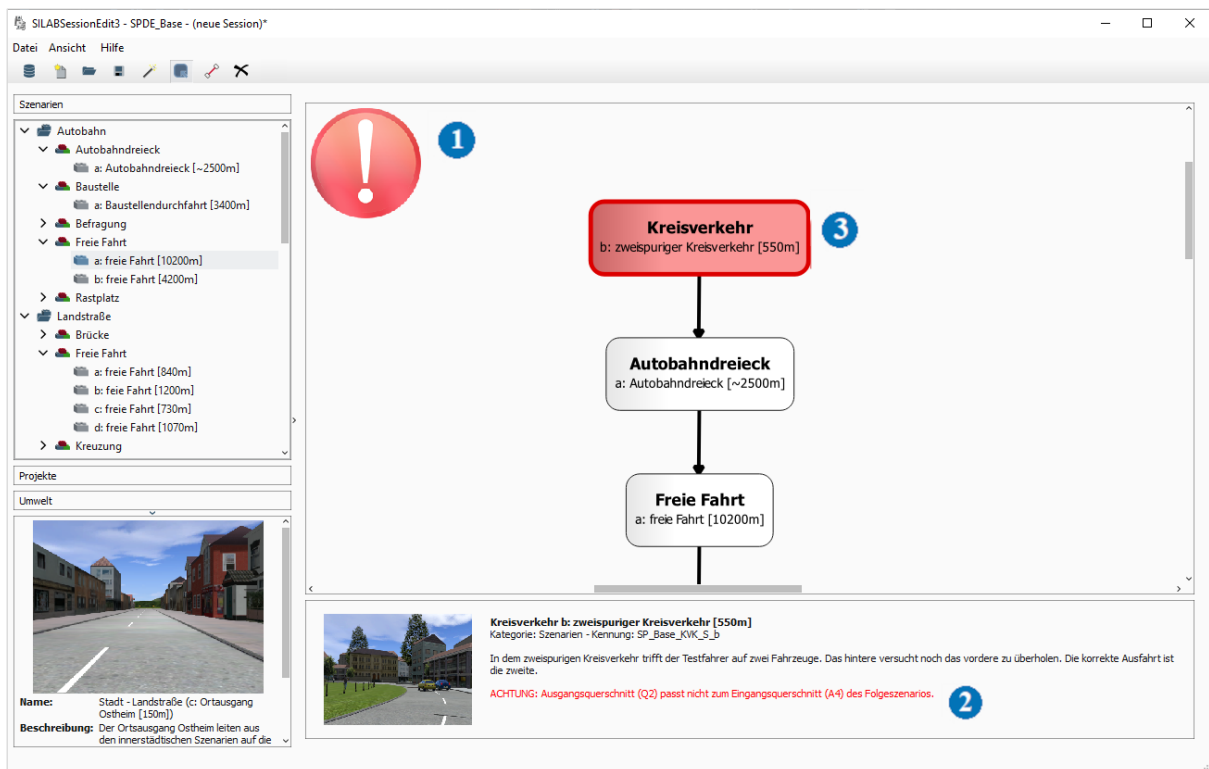
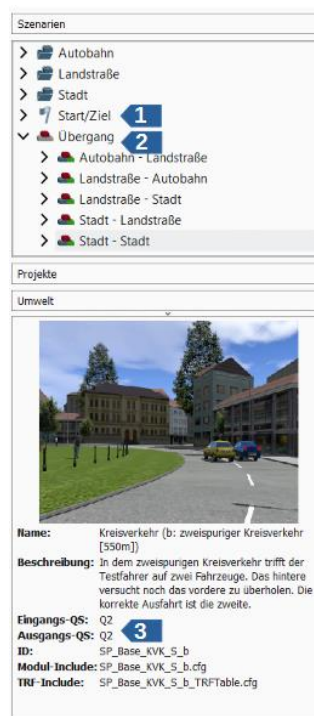

Abbildung 7. Warnsymbol in der Szenarien-Übersicht.
Abbildung 8. Übergangsstücke und Informationen über den Eingangs- und Ausgangsquerschnitt eines Szenarios.
Nicht alle Szenarien können an beliebiger Position bzw. in einer beliebigen Reihenfolge im Ablauf stehen. Sie erkennen dies durch rote Fehlermeldungen unterhalb der Szenario-Beschreibung (s. Nr. 2 in Abbildung 7), sowie durch das Erscheinen eines Warnsymbols (s. Nr. 1 in Abbildung 7) in der oberen linken Ecke der Streckenansicht. Solange Sie die linke Maustaste auf diesem Warnsymbol gedrückt halten, werden alle Szenarien rot markiert (s. Nr. 3 in Abbildung 7), bei denen eine Inkonsistenz vorliegt. Auf diese Weise können Sie schnell einen Überblick über Probleme innerhalb Ihrer Strecke gewinnen. Um die Warnmeldung zu lesen, müssen Sie nacheinander die Szenarien anklicken, die eine Warnmeldung enthalten.
- Das Folgeszenario kann nicht angeschlossen werden, weil sein Straßenquerschnitt an der Einfahrt nicht zu dem Querschnitt an der Ausfahrt des vorhergehenden Szenarios passt (in Abbildung 7 sind diese Querschnitte mit Q2 und A4 benannt). Informationen über den Eingangs- und Ausgangsquerschnitt erhalten Sie in der Beschreibung des Szenarios (Pfeil 3 in Abbildung 8). Sie können den Fehler beheben, indem Sie ein entsprechendes Übergangsstück zwischen den beiden Szenarien einfügen. Übergangsstücke finden Sie beispielsweise in der Datenbank SP_Base als Unterkategorie ‚Übergang‘ von ‚Szenarien‘ (Pfeil 2 in Abbildung 8).
- Das Szenario hat keine Einfahrt und kann dementsprechend nur an erster Stelle in der Session erscheinen. Diese Szenarien finden Sie in der Unterkategorie ‚Start/Ziel‘ (Pfeil 1 in Abbildung 8). Der Eingangsquerschnitt solcher Streckenstücke heißt „Start“.
- Das Szenario hat keine Ausfahrt und kann dementsprechend nur an letzter Stelle in der Session erscheinen. Diese Szenarien finden Sie in der Unterkategorie ‚Start/Ziel‘ (Pfeil 1 in Abbildung 8). Der Ausgangsquerschnitt solcher Streckenstücke heißt „Ziel“.